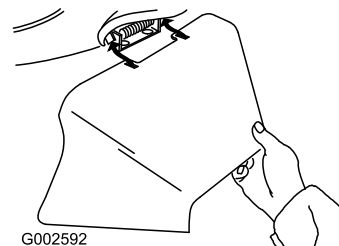

Figure 24
3. Montez l'éjecteur latéral et rabattez le volet sur l'éjecteur (Figure 24).